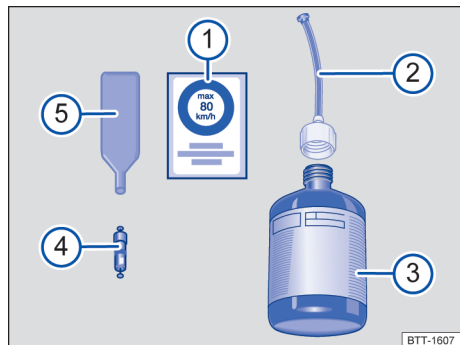

Fig. 219 Imagine de referință: componentele setului de pană.
Cheia de ventile → fig. 219 5 este prevăzută în partea inferioară cu o fantă, în care încap corpul ventilului. Numai astfel poate fi scos sau introdus corpul ventilului din sau în ventil. Acest lucru este valabil și pentru corpul ventilului de rezervă 4.
2. Cu cheia de ventile → fig. 219 , scoateți inserția ventilului din ventilul din anvelopă și așezați-o pe o suprafață curată.
3. Agitați cu putere de câteva ori recipientul de umplere anvelope → fig. 219 .
4. Înșurubați bine, în sens orar, furtunul de umplere → fig. 219  pe recipientul de umplere a anvelopei.
5. Îndepărtați dopul de la furtunul de umplere → fig. 219  și introduceți complet capătul deschis pe ventilul anvelopei.
8. Înșurubați inserția ventilului cu cheia de ventile → fig. 219  la loc în ventilul anvelopei.